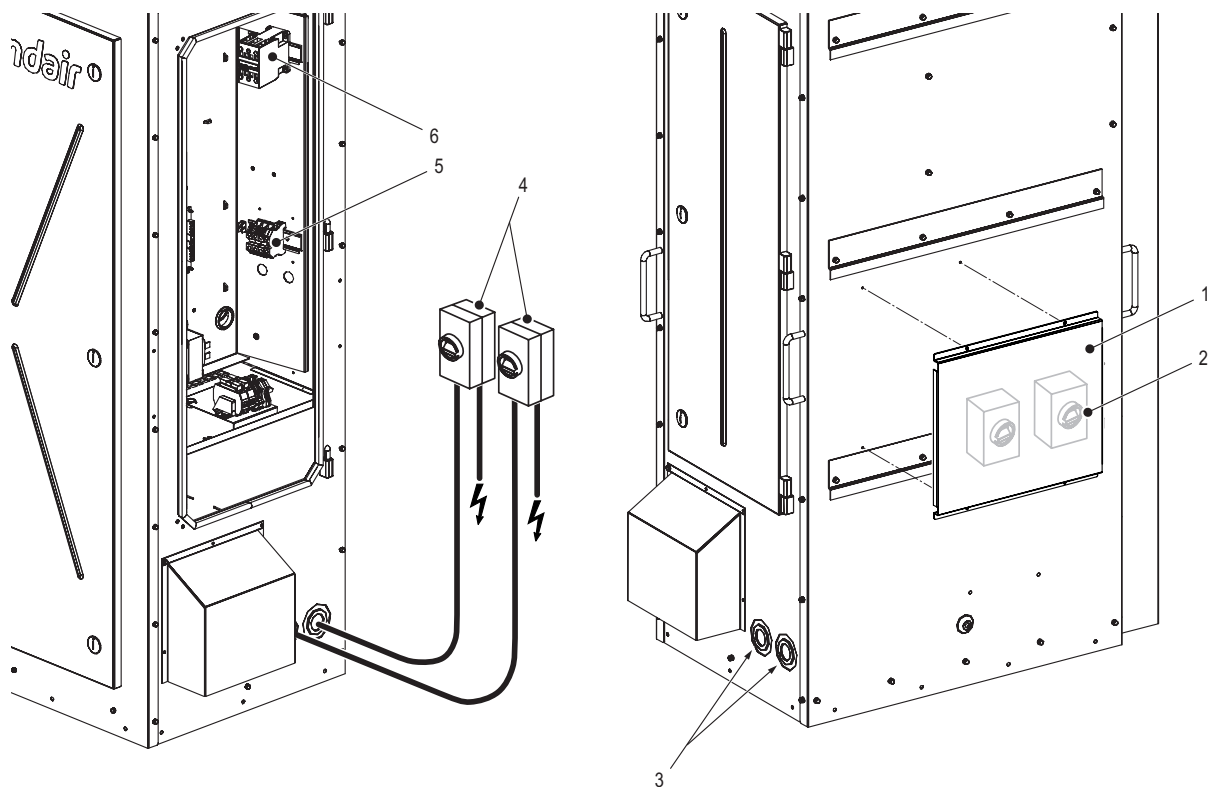

Bild 17: Stromanschluss des Condair EL/RS-Befeuchters
Bei Anbringung auf dem optionalen Montagegestell kann eine optionale Halterung (optional: DC) an der Geräterückseite installiert werden, an der die Netztrennschalter montiert werden können. Siehe Bild 17 auf Seite 43.
- Alle elektrischen Kabel MÜSSEN von unten oder seitlich durch Kabelverschraubungen mit Mindestschutzklasse IP55 (nicht im Lieferumfang enthalten) ins Gerät geführt werden, damit die Schutzklasse IP55 gewährleistet ist. Seitlich und unten am Gerät sind Ausschnitte zur Durchführung der Kabel ins Gerät vorgesehen. Siehe Bild 17 auf Seite 43.
- Führen Sie das Stromkabel in den Schaltschrank und schließen Sie dieses an das Hauptschütz (K1) an – Details siehe Bild 17 auf Seite 43 und „Anschlussschema für Gehäuse für den Außenbereich“ auf Seite 50. **Hinweis:** Wenn die optionale Klemmenleiste (Option: THV) verwendet wird, schließen Sie das Stromversorgungskabel an die optionale Klemmenleiste an. Details zum Anschluss finden Sie in den Condair EL/RS-Installationsanleitungen.